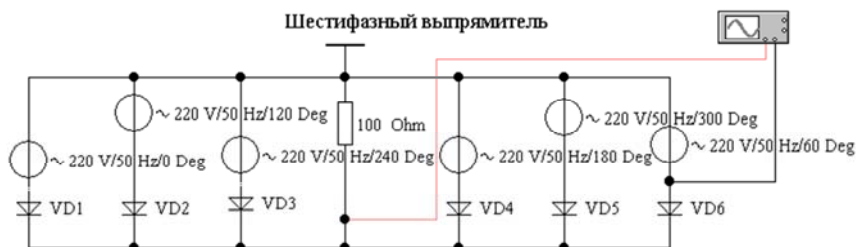

Рис. 18.1. Шестифазный выпрямитель (файл **rec\_6faz.ewb**)
1. Исследование многофазных выпрямителей. Рассмотреть работу шестифазного выпрямителя (файл **rec\_6faz.ewb**, рис. 18.1).